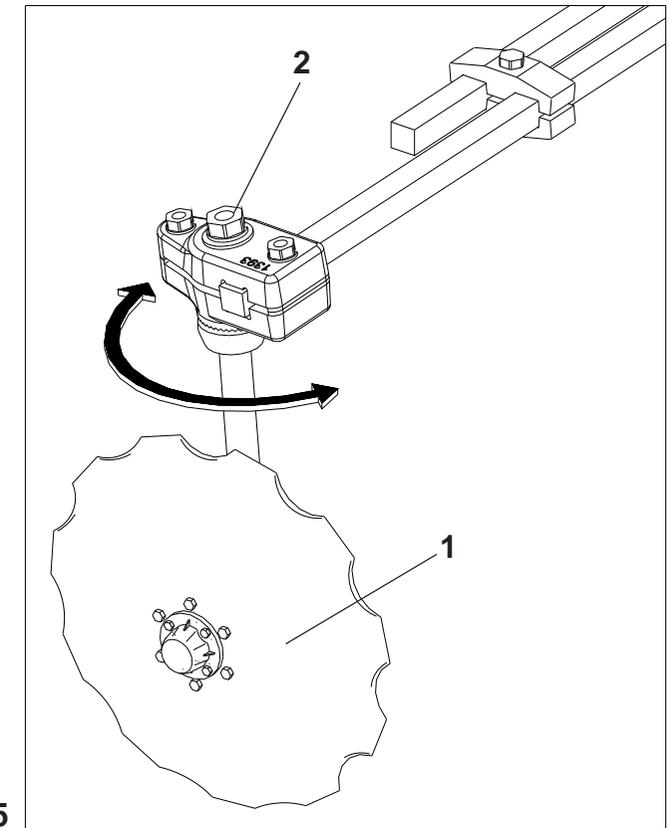

Figura 35
REGULAGEM DO DISCO DO MARCADOR DE LINHA (FIGURA 35)
- 8 - O disco marcador de linha (1) possui regulagem angular para facilitar o trabalho de marcação no solo. Para esta regulagem, solte a porca (2) e gire o disco para a posição desejada. **Figura 35.**